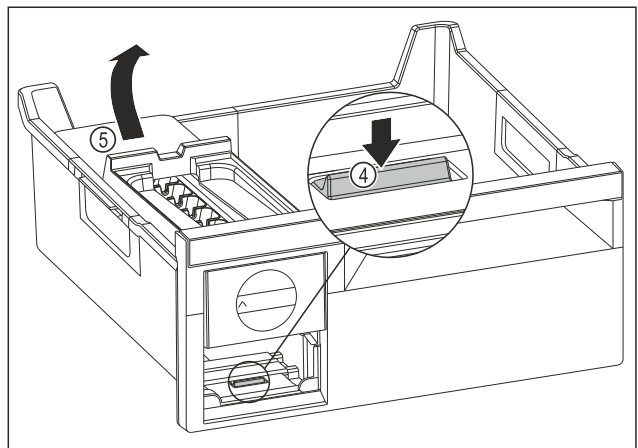

Fig. 121
- Heqja e kutisë EasyTwist-Ice: Shtypni me gisht gjuhëzën Fig. 121 (4) për poshtë dhe në të njëjtën kohë ngrini lart kutinë EasyTwist-Ice Fig. 121 (5) nga prapa me dorën tjetër.